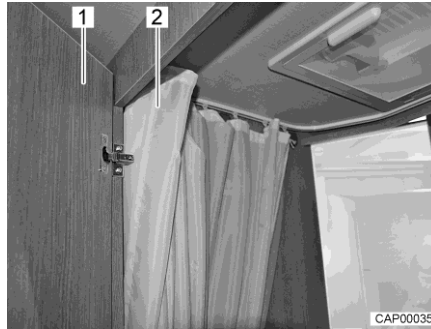

Fig. 103 Cuarto de aseo con ducha
- Para ducharse, cerrar la puerta (Fig. 103,1) y correr la cortina de ducha (Fig. 103,2) completamente para que todas las paredes estén protegidas.